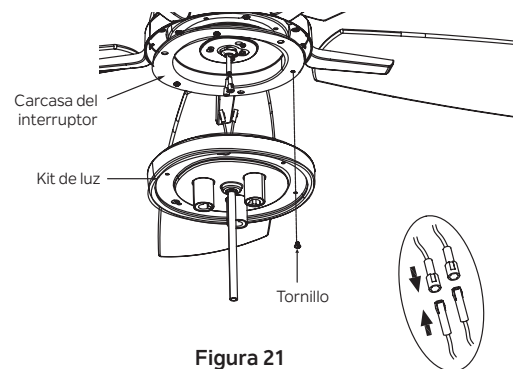

Figura 21
**Paso 1.** Sostenga el kit de luz cerca de la carcasa del interruptor y conecte los cables BLANCOS del kit de luz y el ventilador juntando los conectores. Siga el mismo procedimiento con los cables NEGROS. (Figura 21)
**Paso 2.** Introduzca las conexiones cuidadosamente en el kit de luz. Quite uno de los tres tornillos preinstalados en la carcasa del interruptor y guárdelo para usarlo más adelante. Afloje los otros 2 tornillos (no los quite). Coloque los dos orificios de la ranura del kit de luz sobre los 2 tornillos que se aflojaron previamente de la carcasa del interruptor. Gire el kit de luz hasta que encaje en su lugar en el extremo estrecho de los orificios de llave. Fije apretando los 2 tornillos previamente aflojados y el que quitó previamente. (Figura 21)